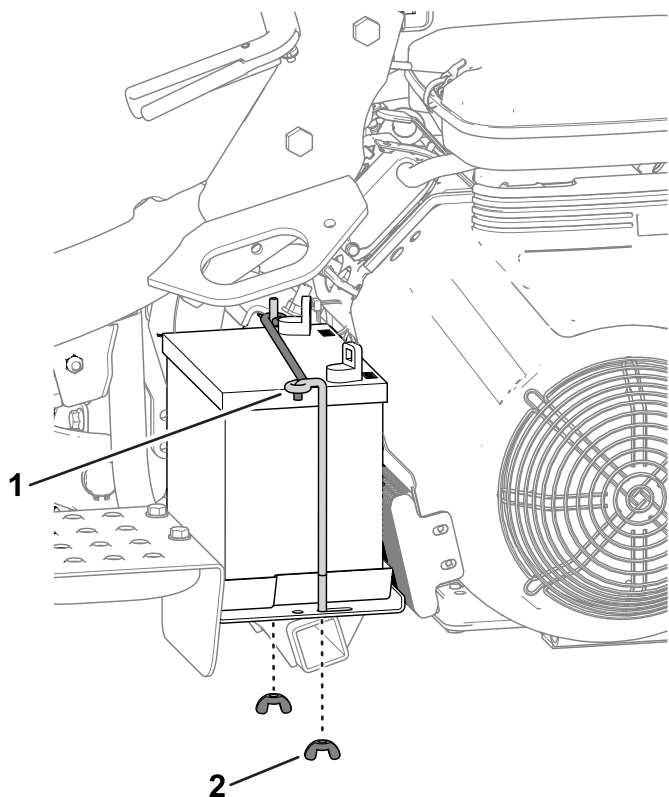

Figure 41
2. Retirez les écrous à oreilles et les tiges qui fixent la batterie sur la plate-forme (Figure 41) et sortez la batterie.
5. Placez la batterie sur son support et fixez-la en place avec les tiges et les fixations retirées précédemment (Figure 41).